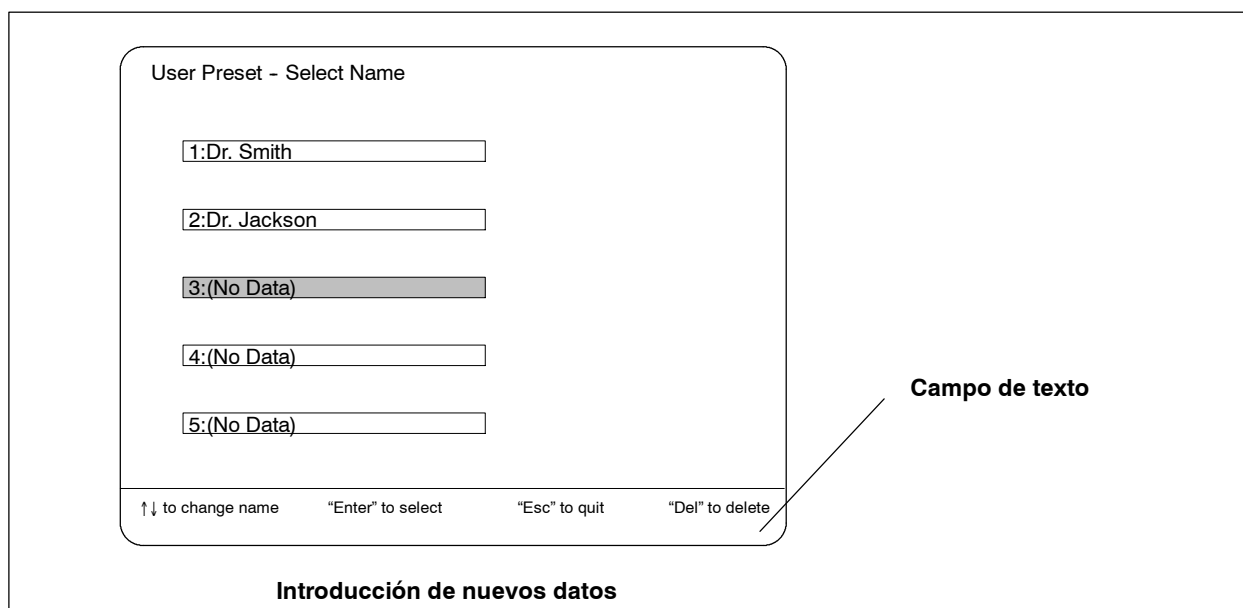

Figura 6.17
1. Mediante las teclas “↑” y “↓” marque [(No Data)] y pulse la tecla “Enter” (ver figura 6.17).